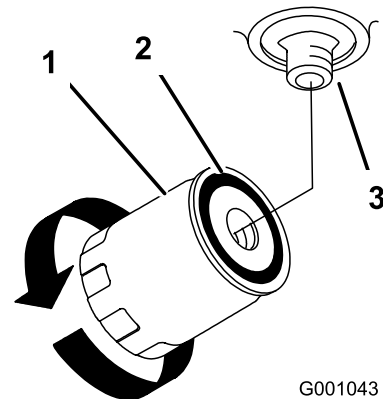

Figura 72
7. Aplique una capa fina a la junta de goma del filtro nuevo (Figura 72).
filtro, gire el filtro en el sentido de las agujas del reloj hasta que la junta de goma entre en contacto con el adaptador del filtro, luego apriete el filtro media vuelta más (Figura 72).